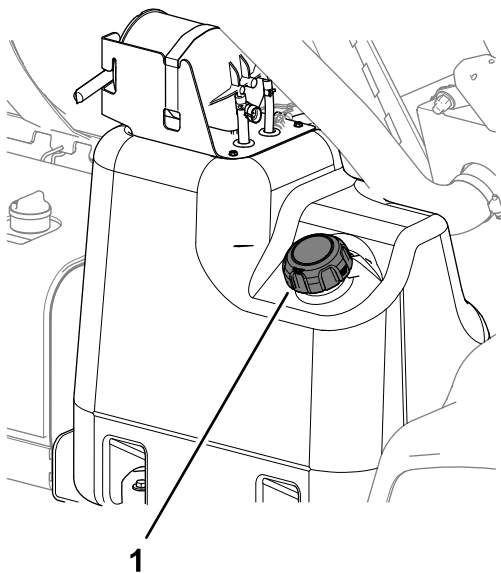

Figura 65
2. Limpie la zona alrededor del tapón del depósito de combustible (Figura 65).